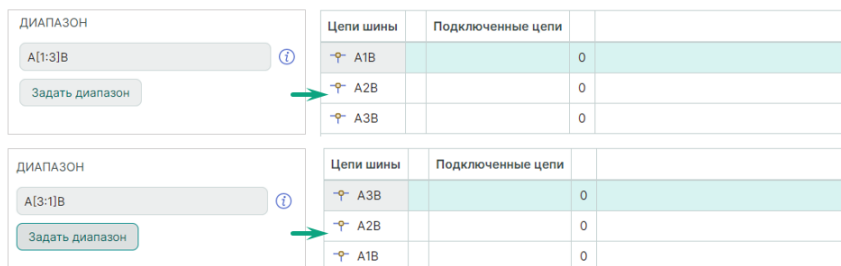

Рис. 185 Варианты добавления диапазона (префикс, диапазон и суффикс)
- Prefix[Min:Max]Suffix или Prefix[Max:Min]Suffix, Рис. 185.